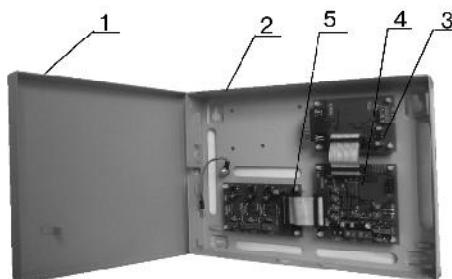

Рисунок 120
Конструкция БСИ-А предусматривает его размещение на стене. Основными элементами конструкции являются (рисунок 120): крышка(1), основание корпуса(2), плата центрального процессора(4), модуль преобразователя уровней (3), модуль расширения каналов (5). На плате центрального процессора расположены контактные колодки для подключения питания одного БЦ-А, разъемные соединения для подключения ПУ и МРК-А. Схема разметки приведена на рисунке 121.